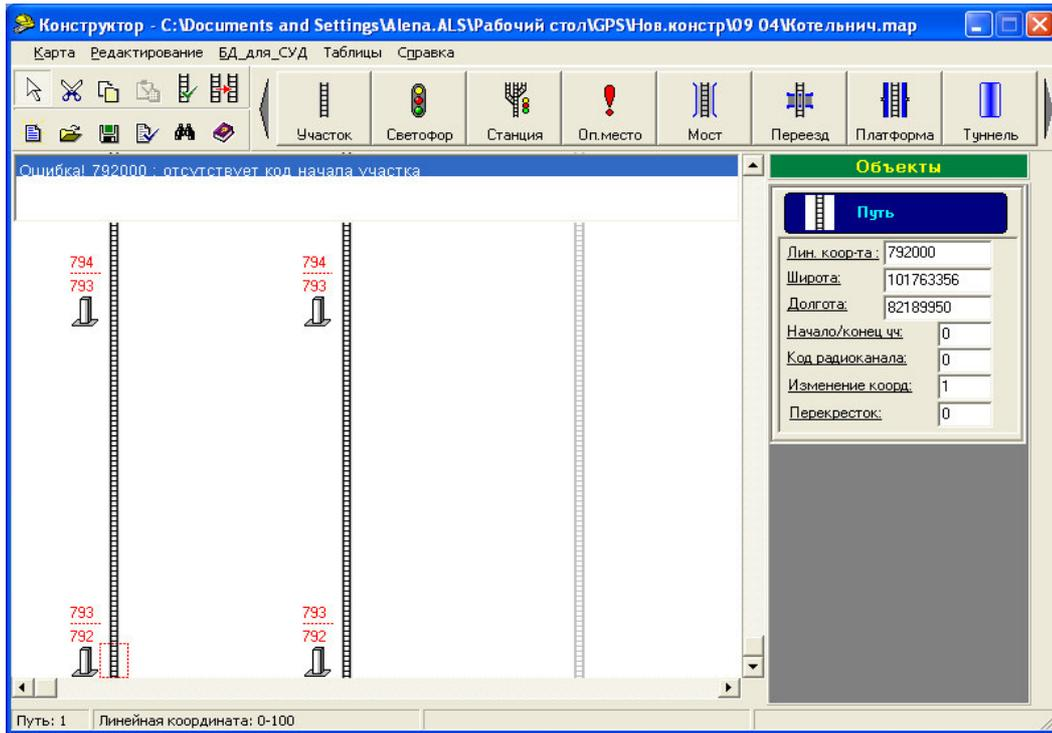

Рисунок 2.64
- отсутствие или неправильная установка признака «Начало/конец уч» (рисунок 2.64);